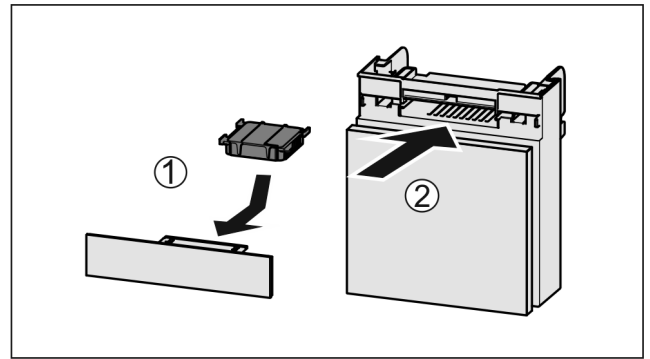

Fig. 83
- ▶ Insérer le filtre à charbon actif d'après le schéma Fig. 83 (1).
- ▶ Insérer le compartiment Fig. 83 (2).